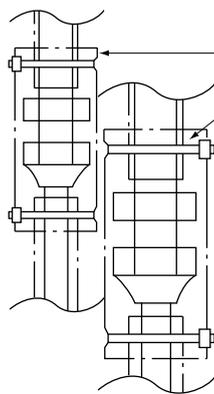

Fig. 13
- Después de comprobar si existen fugas en los tubos conectados, realice el aislamiento térmico. (**Refiérase a la Fig. 13**)
- Realice el aislamiento térmico de los tubos de líquido y gas con el aislamiento facilitado para la conexión de (5) y (6). (Apriete ambos extremos del aislamiento para la conexión de (5) y (6) con la abrazadera (8).)